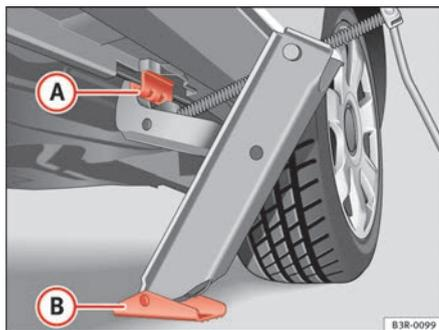

Fig. 180 Troca da roda:
- Posicione o macaco de modo que a sua garra envolva o perfil da longarina inferior ⇒ fig. 180 A e que a placa base móvel B fique totalmente assente no chão.